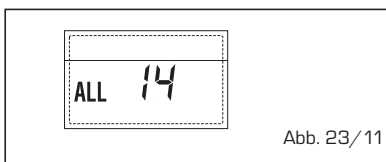

Abb. 23/11
- STÖRUNG DES GEBLÄSES "ALL 15" (Abb. 23/12)